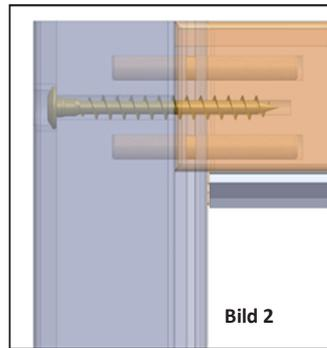

Bild 2
**Hinweis: Bei Rahmenstock mit Kämpfer und/oder Setzholz müssen diese bereits gleichzeitig mit dem verleimen und verschrauben der Eckverbindungen eingesetzt werden. (Bild 2)**